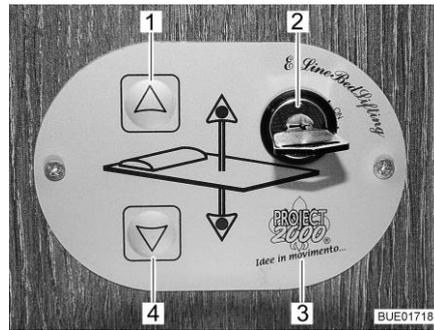

Fig. 110 Elemento de mando
- Introducir la llave en el interruptor llave (Fig. 110,2) y girar 90° en sentido de las agujas del reloj. El elemento de mando (Fig. 110,3) está activado.
- Pulsar la tecla de flecha (Fig. 110,4) y mantenerla pulsada hasta que la cama elevada haya bajado a la posición deseada.
- Pulsar la tecla de flecha (Fig. 110,1) y mantenerla pulsada hasta que la cama elevada haya subido a la posición final.
Si la cama elevada ya no se deja desplazar con las teclas de flecha (Fig. 110,1 y 4), controlar primero el fusible (véase apartado 9.10.1). Si el fusible está bien y la cama elevada no se deja desplazar a pesar de esto, se podrá manejar la cama elevada de forma manual.